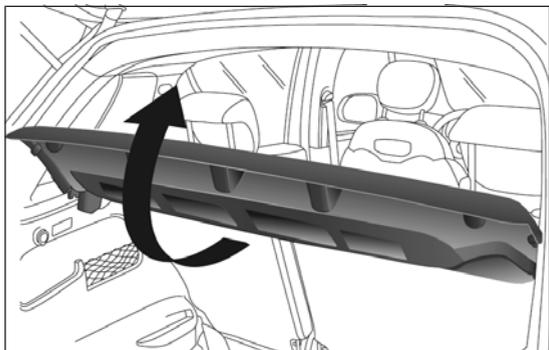

fig. 85
- soulever la partie arrière de la plage arrière en agissant tel qu'illustré en fig. 85 ;